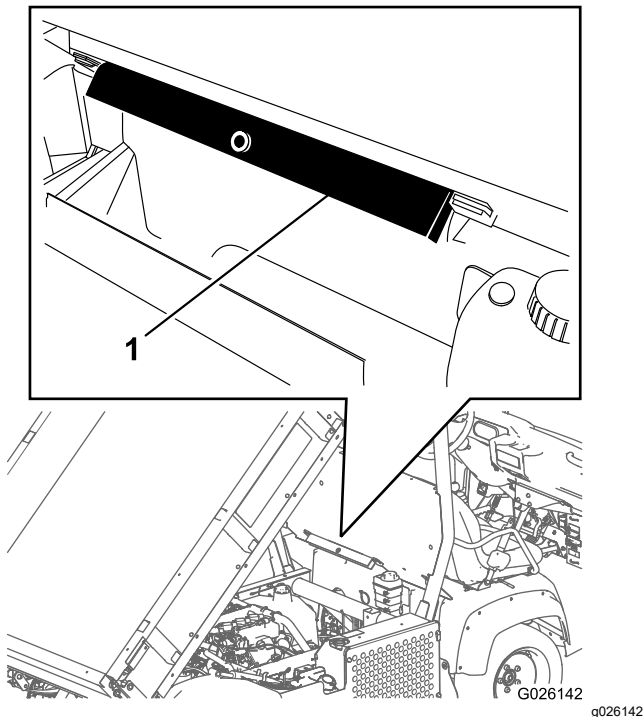

Figure 19
2. Sortez la béquille de sécurité des supports de rangement au dos du panneau du système ROPS (Figure 19).